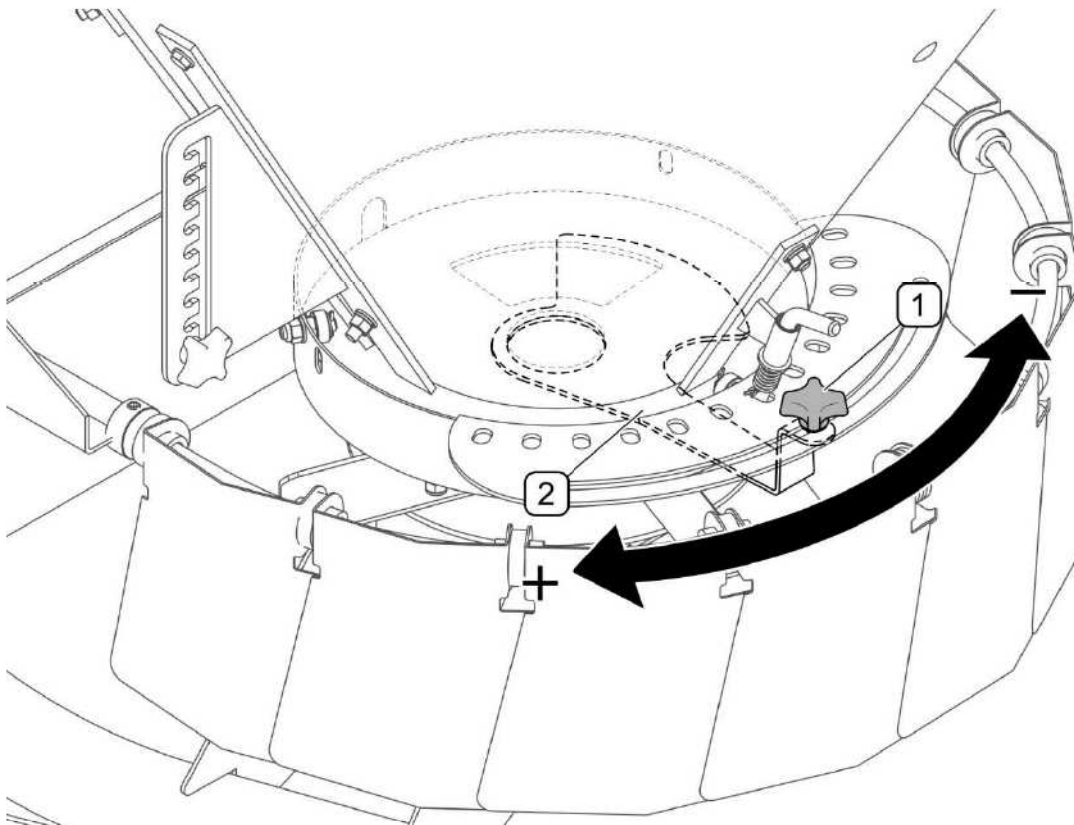

FIGURE 4.5 Réglage de la dose
(1)- sélecteur rotatif de verrouillage ; (2)- levier de réglage de la dose
La régulation de la dose peut être effectuée après avoir desserré le sélecteur rotatif (1) et après avoir déplacé le levier (2). En déplaçant le levier (2) dans le sens des aiguilles d'une montre on fait augmenter l'ouverture de dosage depuis le réservoir (FIGURE 4.5). La position extrême droite du levier ferme totalement l'ouverture de dosage. Après la détermination de la dose souhaitée, il faut verrouiller le réglage en serrant le sélecteur rotatif (1).